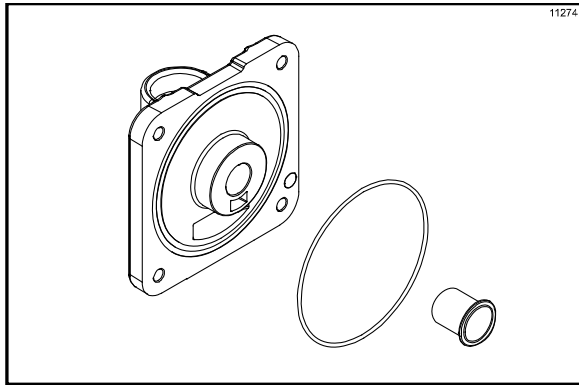

Figure 121
11. Placer le joint torique de la porte de l'unité dans la rainure se trouvant sur l'arrière de la porte de l'unité. Lubrifier le tour extérieur du palier avant. Faire glisser le palier avant dans le moyeu de la porte (Cf. Figure 121).